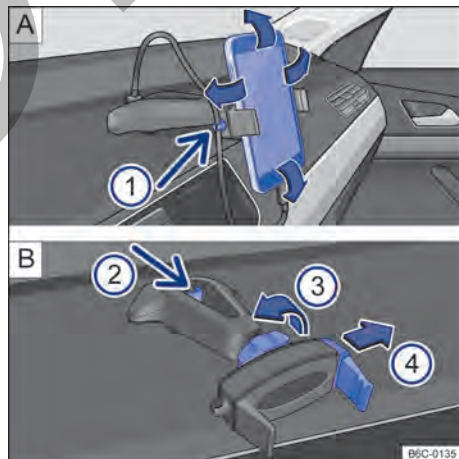

Fig. 166 En la consola central: soporte para teléfono celular y ajustes.
- Sujetar el soporte con una mano y presionar la tecla de desbloqueo → fig. 166 (flecha).
- Con la varilla → fig. 166 mover en la dirección de la flecha, e instalar el teléfono celular en el alojamiento.
- Con la otra mano mover la varilla → fig. 166 hasta que se pueda retirar el aparato del alojamiento.
- Colocar el cable USB en la entrada cargador USB del soporte existente en el panel de instrumentos → fig. 166 .
- Sujetar el cable en el soporte → fig. 166 .
- Para liberar el movimiento del soporte, girar la traba → fig. 166 en la dirección opuesta de la flecha.
- Para fijar la posición, girar la traba en el sentido de la flecha → fig. 166 hasta la fijación completa del soporte.
i El soporte para teléfono celular tiene una garantía de 3 años, con excepción de la varilla deslizante (garra) → fig. 166 **B** **4** que tiene garantía de 1 año.